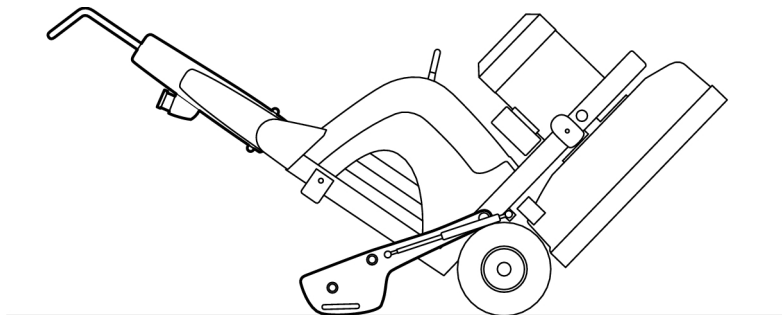

Рисунок 4-7. Складывание назад
3. Осторожно опрокиньте машину назад, чтобы грузы коснулись пола, см. Рисунок 4-7, стр. 19.